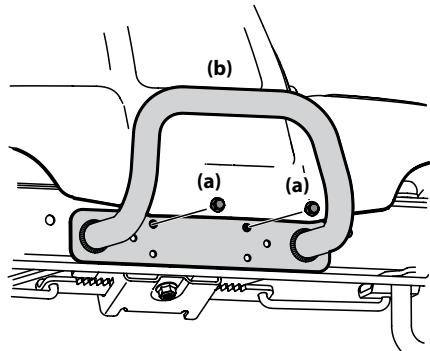

Figura 2-13
- Extraiga los dos tornillos (a) como se indica en la Figura 2-13.
- Ubique el paragolpes (b) sobre los orificios de montaje y sujetelo con los tornillos (a) que extrajo en el Paso 1. Consulte la Figura 2-13.